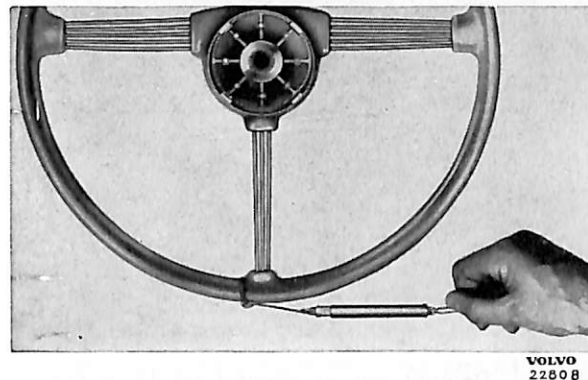

Bild 35. Mätning av rattmoment.
9. Sätt på ratten och fäst en fjädervåg i rattkransen (bild 35). Skruva ned justerskraven tills en kraft av 0,4—0,7 kg erfordras för att vrida ratten förbi mittläget. Lås justerskraven med låsmutter. Upprepa provet efter låsningen.